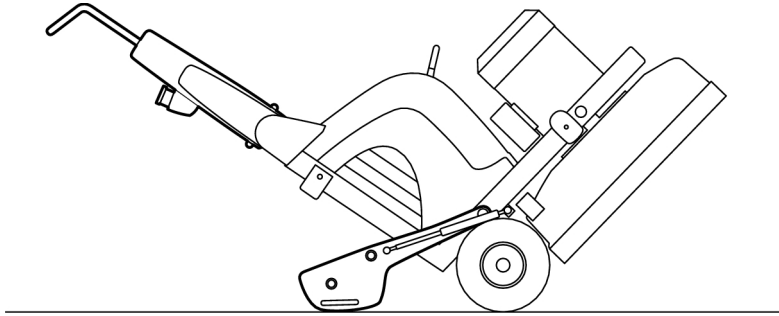

Figura 4-10. Colocar atrás
3. Volcar la máquina cuidadosamente hacia atrás, hasta que las masas lleguen al suelo, ver Figura 4-10, página 23.